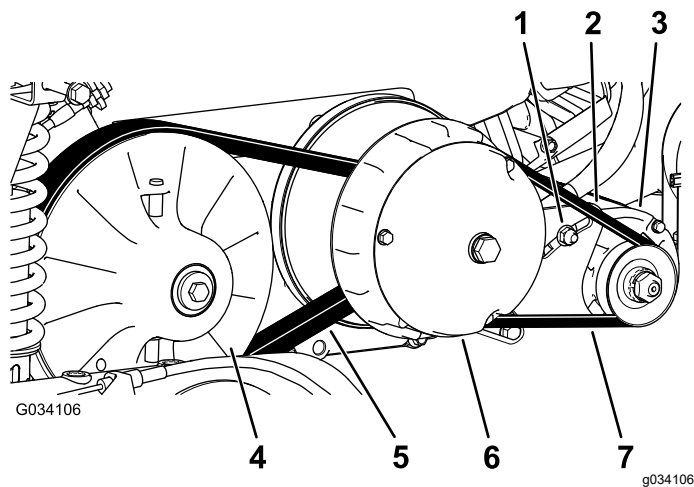

Figura 67
6. Haga girar la correa e inspecciónela (Figura 67) para asegurarse de que no está excesivamente desgastada o dañada.
3. Haga girar la correa y llévela sobre el embrague secundario (Figura 67).
4. Retire la correa del embrague primario (Figura 67).
5. Coloque la correa nueva sobre el embrague primario (Figura 67).
6. Haga girar la correa y llévela sobre el embrague secundario (Figura 67).
2. Afloje la tuerca del pivote del generador de arranque (Figura 67).
4. Aplique presión hacia abajo sobre la palanca para hacer girar el motor de arranque hacia abajo en la ranura, hasta que la tensión de la correa solo permita una desviación de 6 mm con 44 N de fuerza (Figura 67).
5. Apriete la tuerca del pivote a mano y retire la palanca (Figura 67).